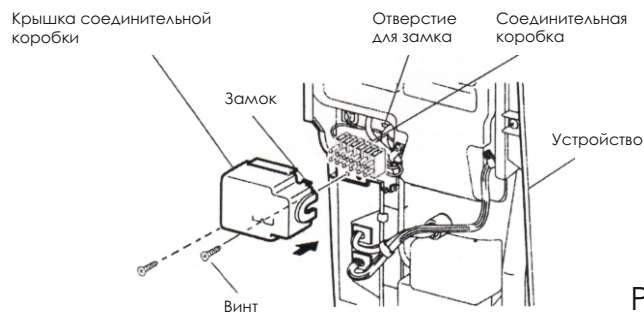

Рисунок 6
3. После снятия передней панели необходимо снять крышку соединительной коробки, для этого нужно вывернуть винт из крышки соединительной коробки и потянуть крышку на себя (Рисунок 6.)